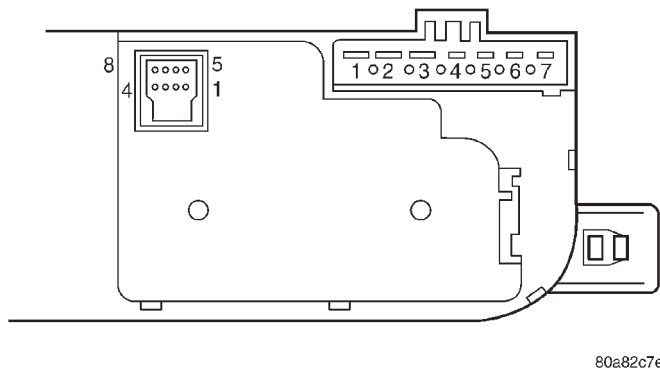

Fig. 2 Conectores del módulo de control del HVAC
- (1) Retire el conmutador de control de la consola y desconecte dicho conmutador (Fig. 2).
- (2) Utilizando un ohmímetro, verifique los cables entre las Espigas 5 y 8 del conector de 8 vías. Coloque el módulo de control en todas las posiciones que se muestran en la tabla de Prueba del módulo de control. La lectura de la resistencia debería estar dentro de las especificaciones que se indican. Si no está conforme, reemplace el módulo de control. Si está conforme, verifique si hay: